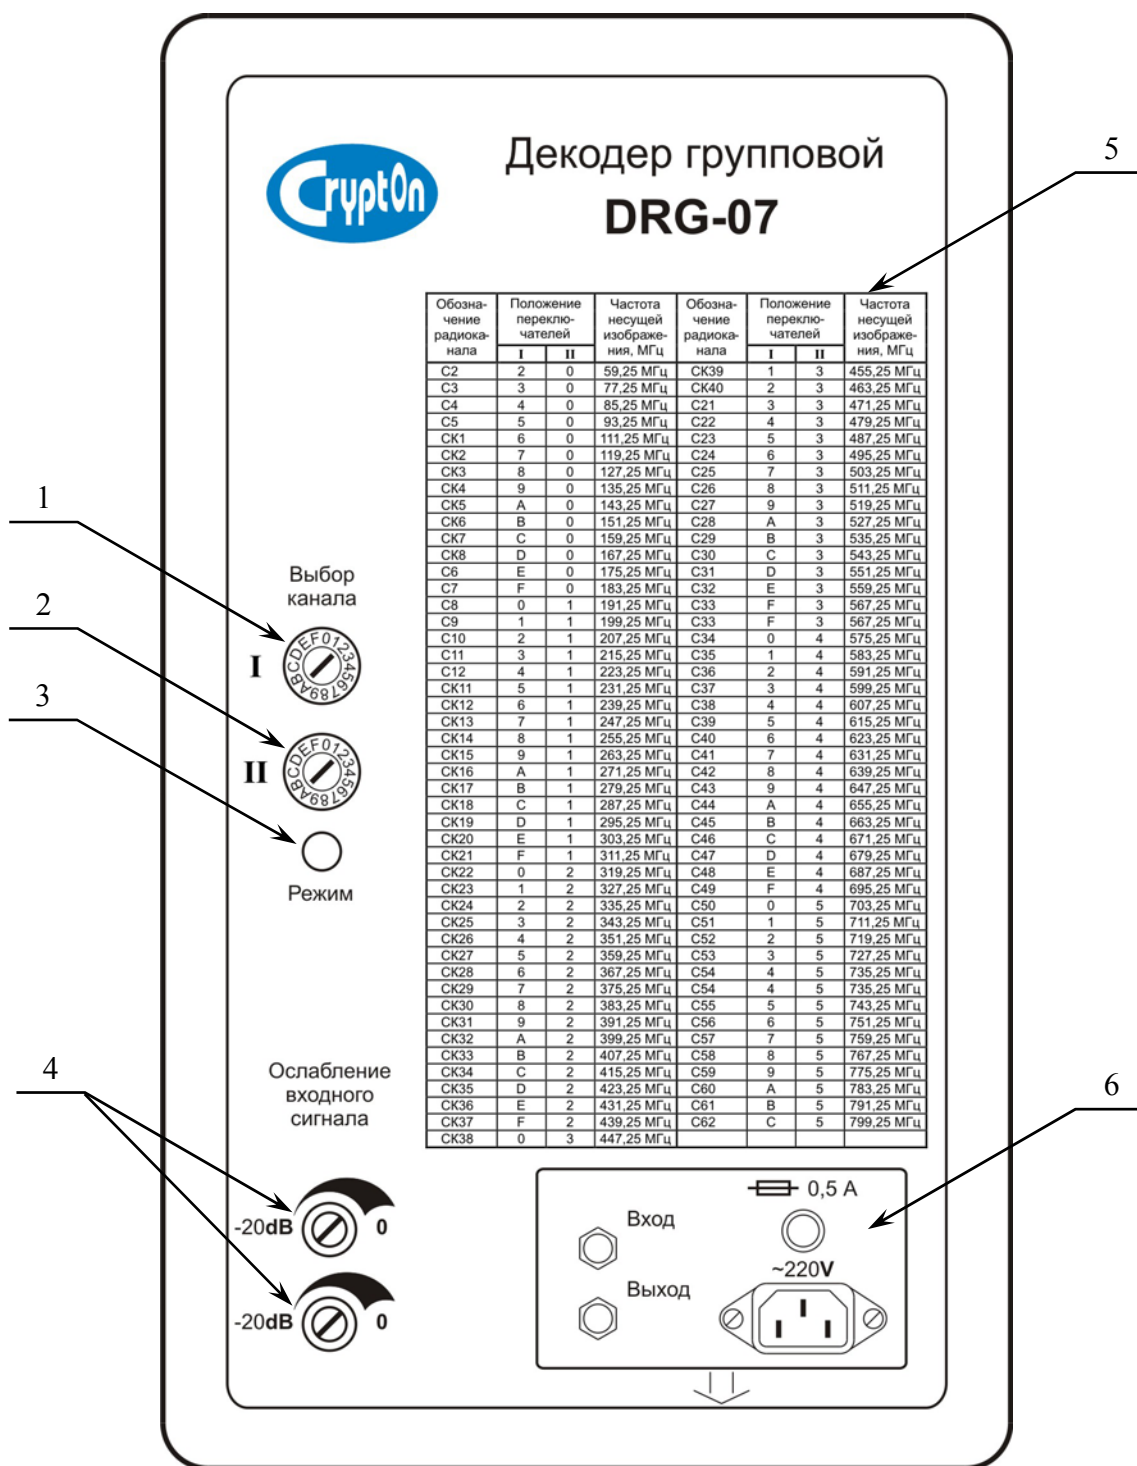

Рисунок 2 – Внешний вид декодера
2.2.2.5 В случае, если сигнал с источника имеет уровень > 80 дБ, то необходимо понизить уровень входного сигнала путем регулировки аттенуаторов 4 (рисунок 2). При регулировке контролировать уровень входного сигнала можно на выходе декодера.